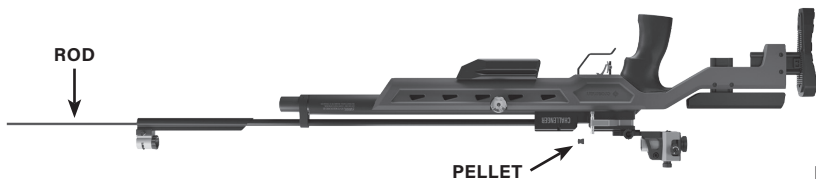

Fig. 8
2. Tire de la palanca lateral a su posición trasera e inserte una baqueta de limpieza del tamaño adecuado en el cañón (empiece por la boca). Se puede dañar el cañón si no se usa una baqueta de limpieza del tamaño adecuado (Fig. 8).